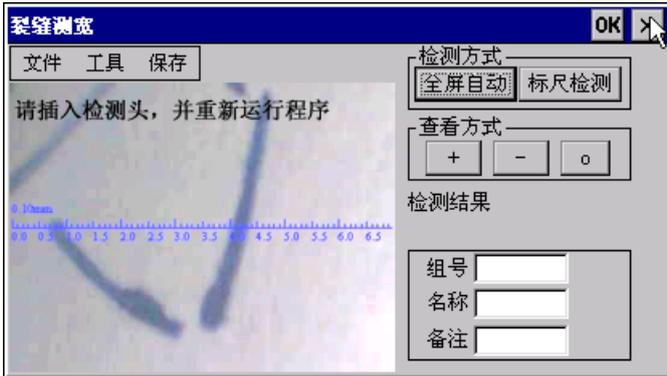

图2-12 错误运行提示1
1) 当探测头与 PDA 连接不牢时，出现如图 2-12 所示错误运行提示 1。